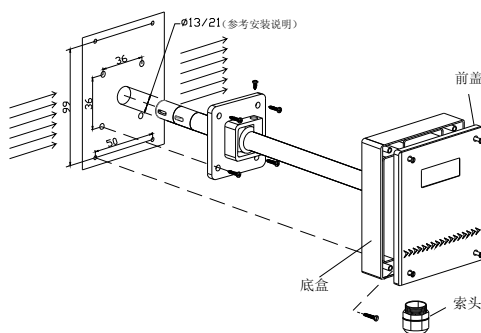

图 1
- FAVT1 要使用法兰附件安装，探头管插入深度可以调节，用四个螺丝固定安装法兰在管道上，法兰上的螺丝可以锁紧插入探头以及整个 FAVT。使用法兰安装在管道开孔 $\Phi 13\text{mm}$ ，不用法兰安装(不建议)在管道开孔 $\Phi 21\text{mm}$ (见图 1)。管道开孔要最后做好密封。